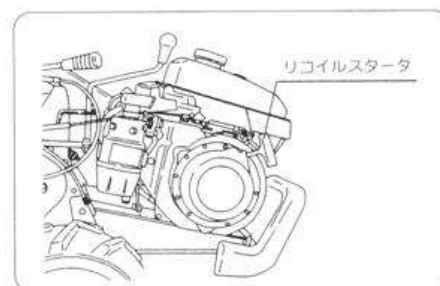

図11
- 7 リコイルスタータハンドルを握ってからゆっくり引っ張ります。エンジンが始動したら、リコイルスタータハンドルを静かに元にもどしてください。(図11)